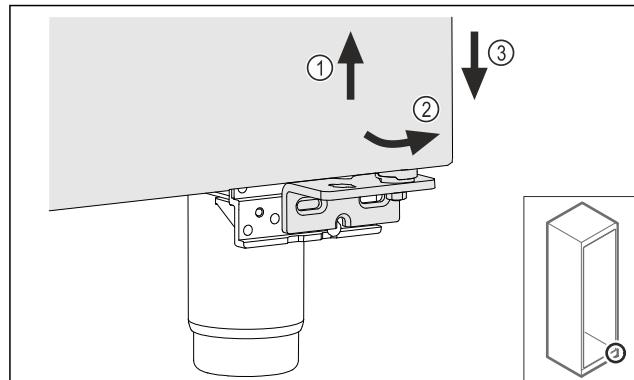

Fig. 20
- Ngrini derën paksa lart Fig. 20 (1), têrhiqeni nga përparrë në pjesën poshtë Fig. 20 (2) dhe uleni poshtë Fig. 20 (3).